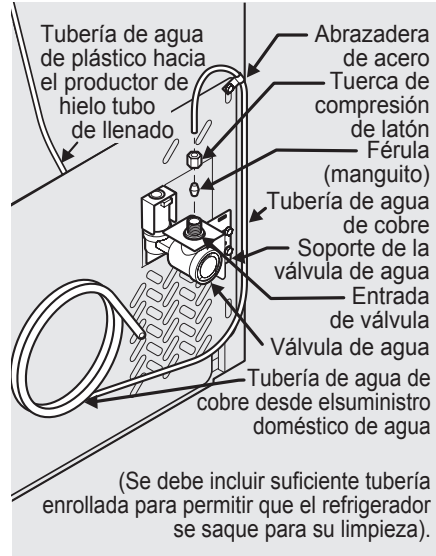

Figura 1
4. **Si usa tuberías de cobre:** Deslice la tuerca de compresión de latón, y luego la férula (manguito) en la tubería de suministro de agua. Empuje la tubería de suministro de agua hacia dentro de la entrada de la válvula de agua lo más posible ($\frac{1}{4}$ de pulgada o 6 mm). Deslice la férula (manguito) en la entrada de la válvula y apriete manualmente la tuerca de compresión en la válvula. Apriete otra media vuelta con una llave; NO apriete en exceso. Vea la Figura 1.